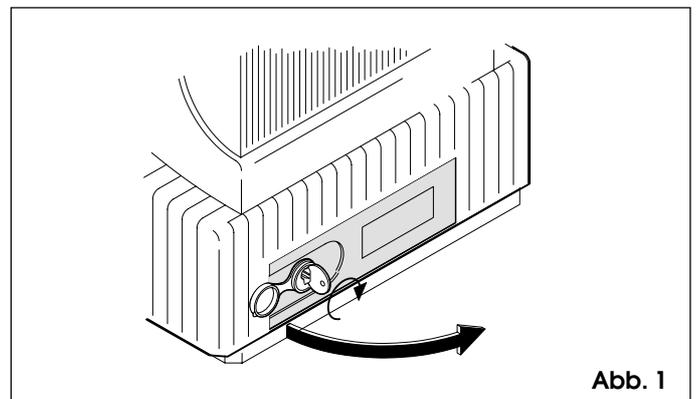

Abb. 1
-Schlüssel im Uhrzeigersinn drehen und Abdeckung des Entriegelungssystems gem. Abb. 1 öffnen.
Sollte infolge von Stromausfällen bzw. Betriebsstörungen ein manueller Torbetrieb erforderlich sein, ist das Entriegelungssystem (Abb. 1 - Pos.6) wie folgt zu betätigen:
- Schutzstöpsel abnehmen und mitgelieferten Schlüssel in das Schloß einstecken (Abb. 1)
- Schlüssel im Uhrzeigersinn drehen und Abdeckung des Entriegelungssystems gem. Abb. 1 öffnen.
Sicherungen	Nr. 2 (siehe Abb. 1)